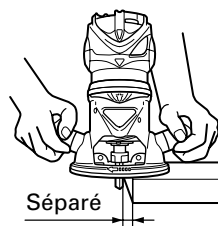
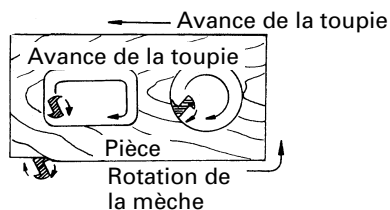

Fig. 15
Fig. 16
- (1) Débarrasser la mèche de tout résidu du matériau coupé avant de mettre l'outil sous tension. (Fig. 15)
- (2) Mettre l'outil sous tension et attendre que la mèche ait atteint sa vitesse maximale.
- (3) La mèche tourne dans le sens des aiguilles d'une montre (sens de la flèche indiqué sur le socle). Pour obtenir le rendement de coupe maximal, faire avancer la toupie conformément au sens d'avance indiqué à la Fig. 16.